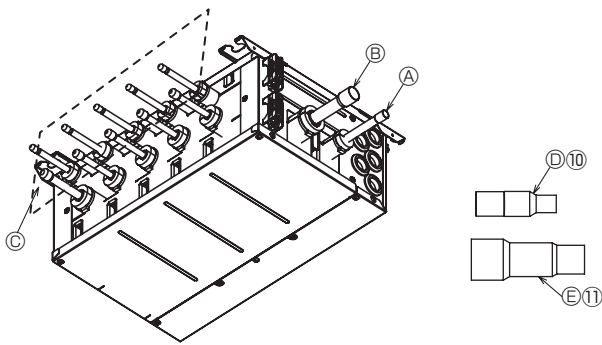

Fig. 7-3
- (1) Снимите резиновые крышки с соединительных труб ④ и ⑥, расположенных в торце наружного прибора.
- (2) Припаяйте патрубок ⑩ к жидкостной трубе, а патрубок ⑪ – к газовой трубе трубопровода хладагента, подсоединенной к торцу наружного прибора, а затем припаяйте трубы к ответвительной коробке. (Fig. 7-3, 7-4)
- (3) Если Вам необходимо последовательно выполнить несколько операций по спайке, выполняйте очередную операцию только после того, как спаянное соединение остыло до комнатной температуры. В противном случае может расплавиться изоляционный материал прибора, что приведет к накоплению конденсата. Снимите медную крышку ③ и припаяйте трубы хладагента, подсоединенные к внутреннему прибору. (Fig. 7-3)
- (4) Если внутренний прибор не подсоединен, не снимайте медную крышку ③, иначе это приведет к утечке хладагента.